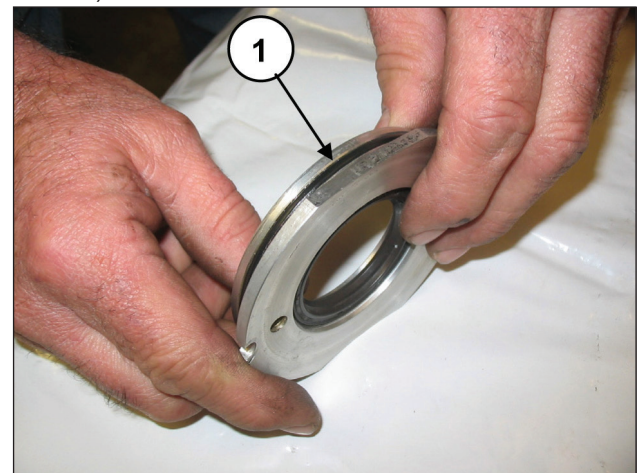
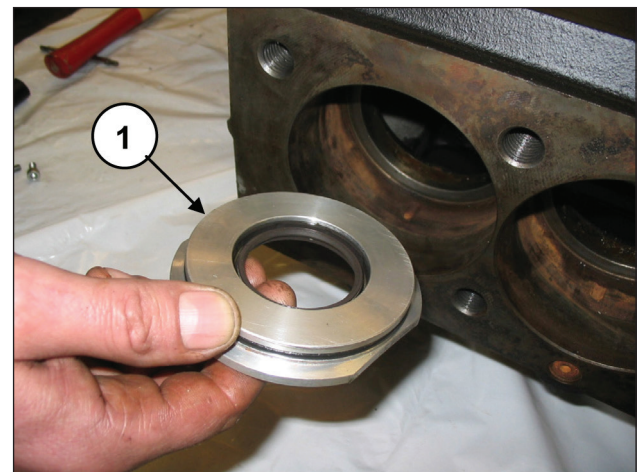

Рис. 175
Рис. 176
Установите уплотнительное кольцо (поз. ①, Рис. 175) в гнездо крышки сальника и вставьте собранный узел в соответствующее гнездо внутри картера (поз. ①, Рис. 176).